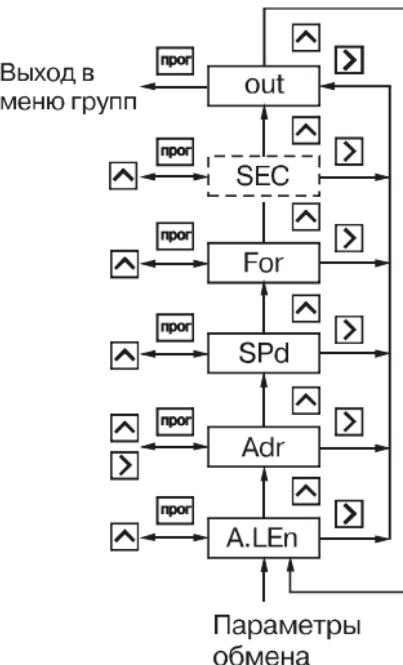

Рис. 27
6.1.10. Группа "GrouP\_E" (рис. 27) предназначена для задания адреса прибора в сети **Adr**, его разрядности **A.LEn**, скорости обмена **SPd** и формата посылки **For** при наличии в приборе интерфейса связи RS-485.